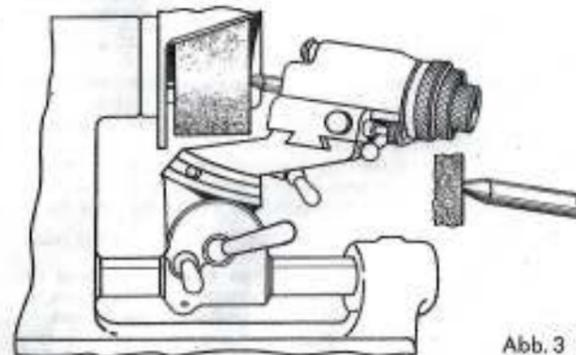

Abb. 3
2. Knebel K2 lösen und Schwenkarm auf Teilung T2 auf etwa 3° abschwänken. Knebel K2 wieder festziehen (Abb. 3).